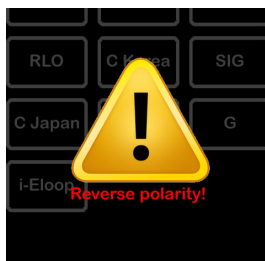

Figura 13
1. En caso de conectar las pinzas “cocodrilo” a la batería con polaridad invertida, aparecerá en pantalla el siguiente mensaje (véase figura 13).